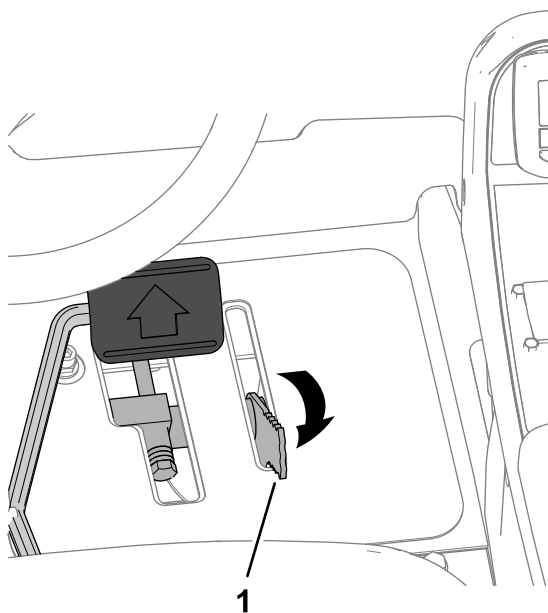

Figure 49
3. Déplacez le limiteur de vitesse de tonte en arrière à la position TRANSPORT (Figure 49).